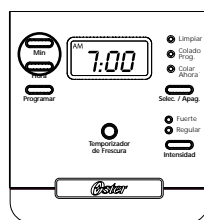
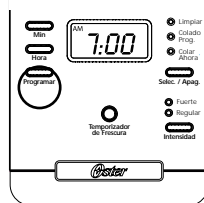

figure 1
figure 3
2. Appuyez sans les relâcher sur les touches des heures « Hora » et des minutes « min » jusqu'à ce que l'heure du jour s'affiche. Le voyant AM ou PM s'allumera au bas de l'afficheur (figures 1 & 2)
Pendant que l'affichage est au mode horloge, appuyez sur la touche réglage d'infusion différée « Programar » (figure 3) et, pendant que le voyant jaune d'infusion différée clignote, réglez l'heure de mise en marche en appuyant sur les touches des « Hora » et des minutes « min » (figure 1). Le voyant AM ou PM s'allumera. L'heure du jour s'affichera sous quelques secondes.